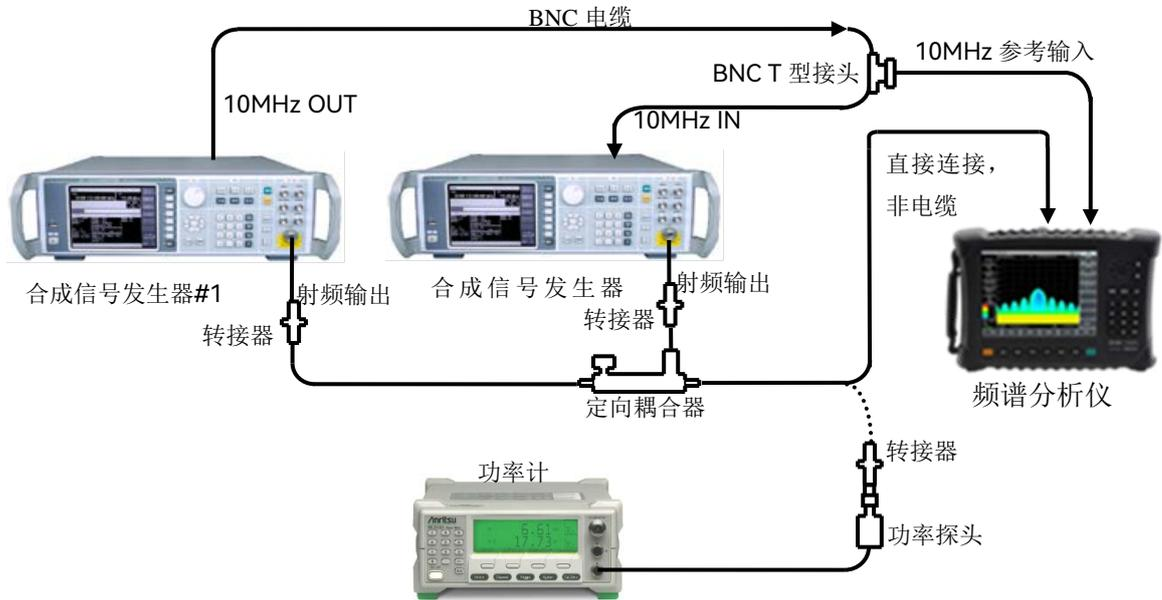

图 12-13 1dB 增益压缩测试框图
- 2) 如图 12-13 实线连接测试仪器,合成信号发生器#1 为频谱分析仪与合成信号发生器#2 提供 10MHz 频率参考;
- 9) 断开射频定向耦合器输出与频谱分析仪的连接, 如图 12-13 虚线连接到功率探